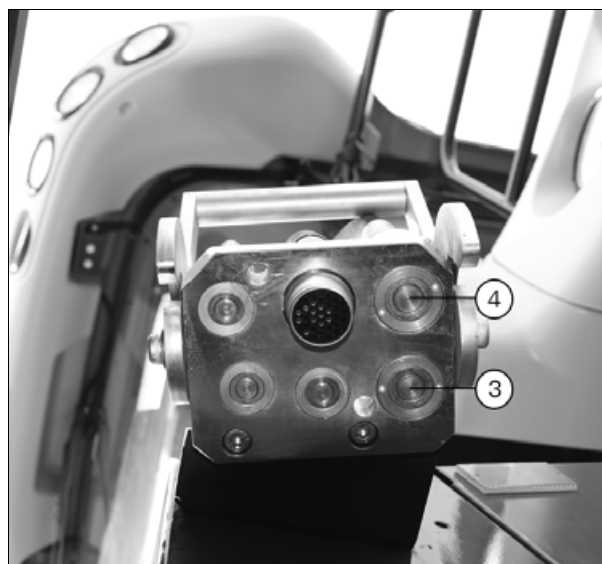

Рис. 1.
(рис. 1)
ВАЖНО: Если присоединена жатка для кукурузы, на экране Система DATAVISION появляется информация о том, что к машине присоединена жатка без мотовила. Машина должна быть оснащена многофункциональной муфтой с перепускным соединением между (3) и (4) (мотовило), как показано на рис. 1. Отсутствие перепускного соединения приведет к повреждению гидравлической системы.